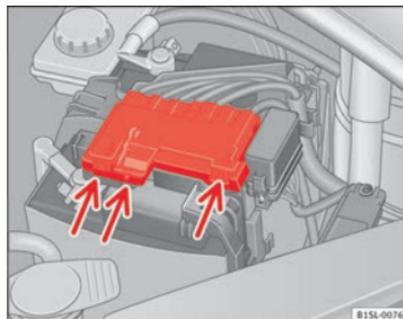

Abb. 118 Im Motorraum: Abdeckung für die Fahrzeugbatterie abnehmen.
- Auf die Laschen ⇒ Abb. 118 (Pfeile) in Pfeilrichtung drücken und die Batterieabdeckung nach oben abnehmen. ▶